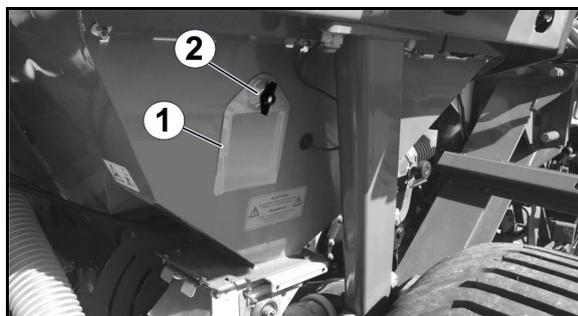

Fig. 103
1. Retirer les barres de sécurité routière (Fig. 103/1).
2. Ouvrez les robinets d'arrêt (Fig. 103/2)